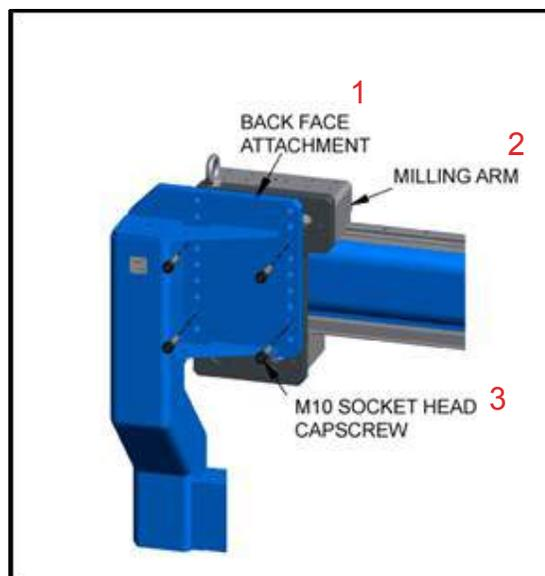

FIGURA 3-42. DETALLE DE MONTAJE DEL ACCESORIO DE REVESTIMIENTO TRASERO
- Acople el accesorio de la cara posterior al brazo fresador utilizando los cuatro tornillos cilíndricos M10, tal y como muestra la Figura 3-42. Apriete los tornillos cilíndricos a 42 pies-lb (58 Nm). La altura del accesorio de la cara posterior se puede ajustar utilizando los orificios de montaje provistos, coloque el accesorio de la cara posterior según el grosor de la brida.